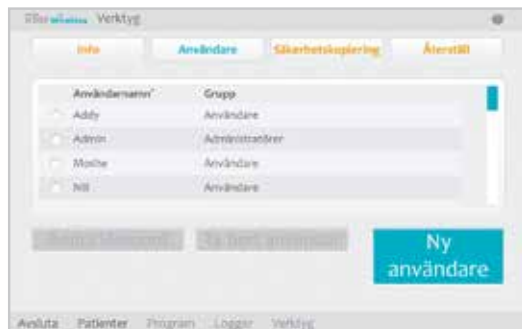

Bild 8-40: Fönstret Användaradministration
1. Tryck på fliken Användare för att visa fönstret Användaradministration. Se bild 8-40.